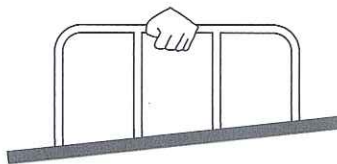

図7 作業開始前は必ずアースを行ってから
- 工場に入る時は、アースマット及び扉の除電板に触れてから入る事。（図7、写真7、写真8）